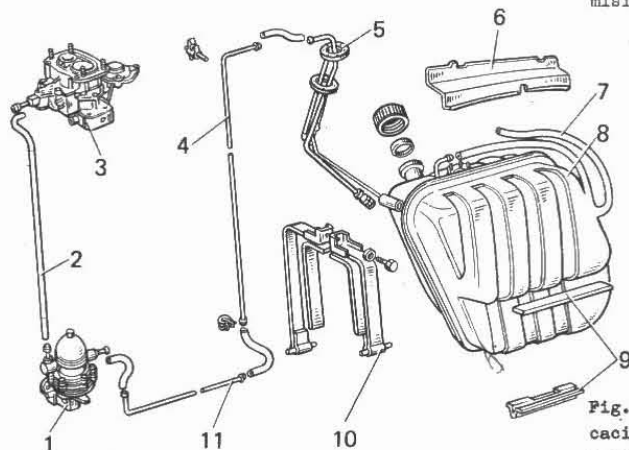

Fig. 2-81. Depósito de combustible y tuberías:
- quite el tubo 7 (fig. 2-81) de la ventilación del depósito de combustible, desempalme los conductores y la manga del captador 5 del nivel de combustible, desenrosque los tornillos de sujeción y quite el depósito 8.